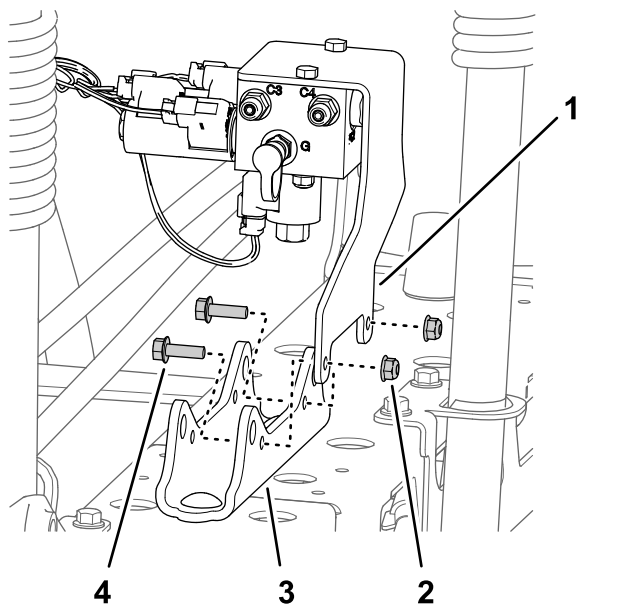

Рисунок 46
- Для машин без дополнительного комплекта ультразвукового выравнивания стрелы: удалите 2 фланцевые контргайки (5/16 дюйма) и 2 болта с фланцевыми головками (5/16 x 1 дюйм), которые крепят опорный кронштейн коллектора подъема секции к креплению цилиндра, и отделите коллектор и кронштейн от крепления цилиндра (Рисунок 46).